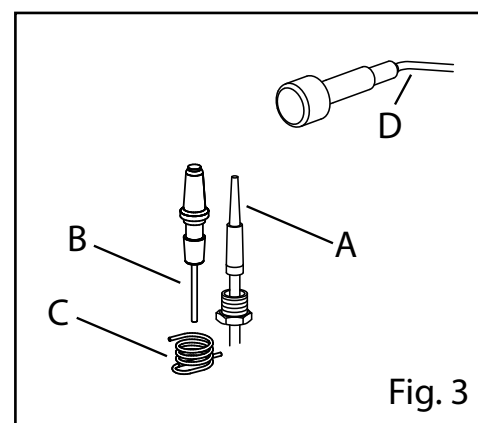

Fig. 3
Nei modelli previsti, la portata termica ridotta viene ottenuta con la vite del minimo by-pass (Fig. 3) "calibrata" e avvitata a fondo (vedi Tabella Gas di riferimento).
- Svitare la termocoppia dal pilota (per es. Fig. 3/A)
- Staccare il cavo d'alta tensione della candeledda (per es. Fig. 3/B)
- Svitare il dado (per es. Fig. 3/C)
- Collegare il cavo d'alta tensione (per es. Fig. 3/B)
- Staccare il cavo dall'accenditore piezoelettrico (per es. Fig. 3/D)